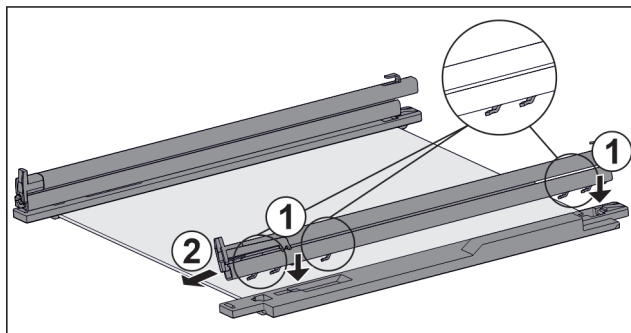

Fig. 125 Skleněná deska s kolejničkami a přídržnými díly
- ▶ Nasadte háčky kolejničky na otvory **levého** přídržného dílu. Fig. 125 (1)
- ▶ Vytáhněte kolejničku dopředu. Fig. 125 (2)
- ▶ Nasadte háčky kolejničky na otvory **pravého** přídržného dílu. Fig. 125 (1)